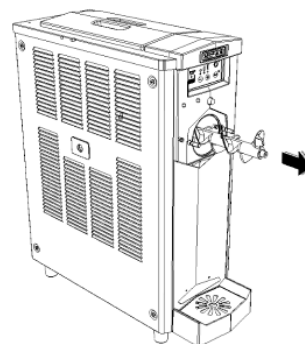

Fig. 9
- Rimuovere l'albero a coclea (Fig. 9).